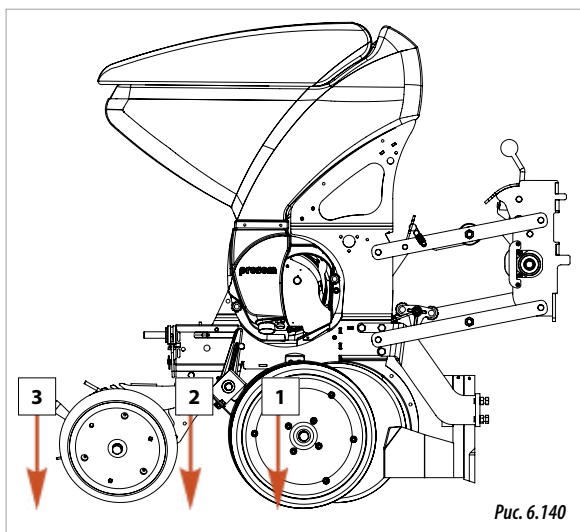

Рис. 6.140
ГРАНУЛИРОВАННОЕ **УДОБРЕНИЕ** вносится в борозду вместе с семенами (1, рис. 6.140).
- ПОЛУПОВЕРХНОСТНОЕ ВНЕСЕНИЕ (2, рис. 6.140).
- ПОВЕРХНОСТНОЕ ВНЕСЕНИЕ (3, рис. 6.140).